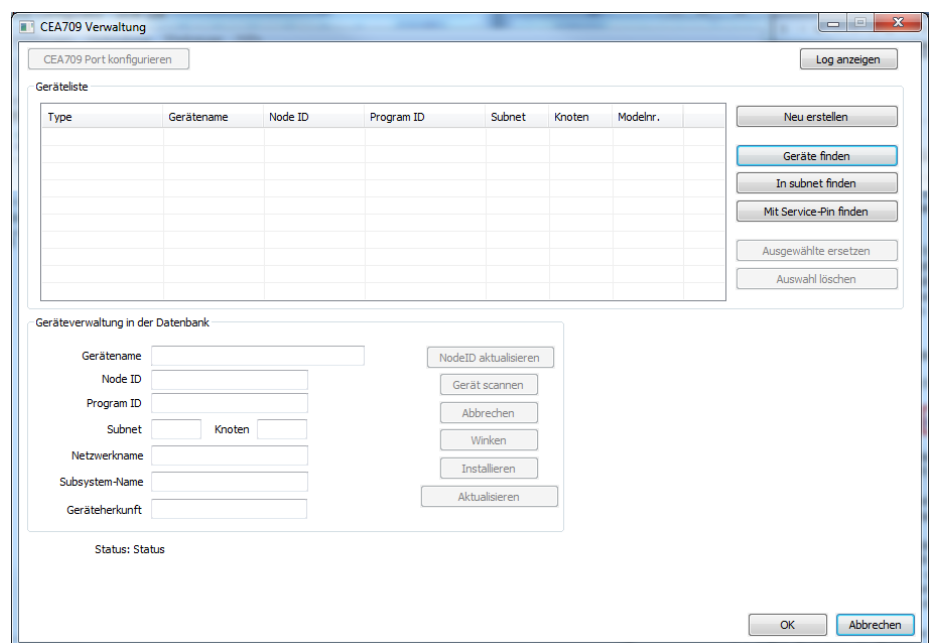

Abbildung 117: Entdecken & Installieren im CEA709 Management Dialog
1. Öffnen Sie den CEA-709 Management Dialog, indem Sie den **Entdecken & Installieren** Knopf im Dialog klicken, welcher durch Klicken des Schnellstartknopfs **mit Gerät verbinden** erscheint. Es wird der CEA709 Management Dialog gezeigt, siehe Abbildung 117.